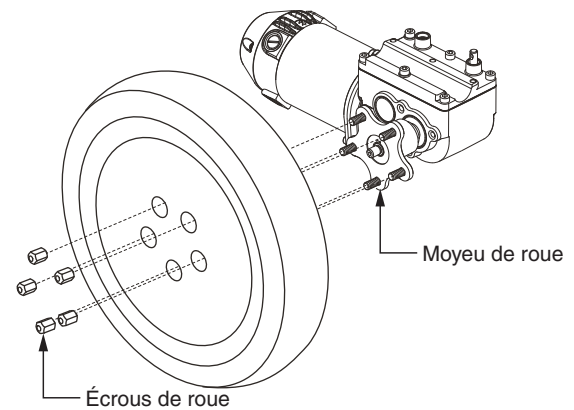

Figure 15. Enlèvement de la roue motrice Quantum Trek
4. Retirez les cinq (5) écrous de roue du moyeu. **Voir la figure 15.**